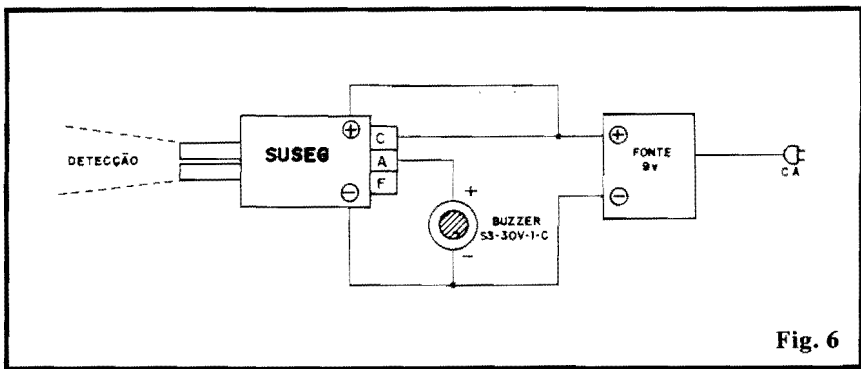

Fig. 6
-FIG. 6 - Como simples "Alarme de Passagem", controlando um corredor ou ambiente, a configuração ilustrada funcionará "maravilhosa"... Uma fontezinha de 9V alimenta o SUSEG e também um **buzzer** (tipo "Sonalarme" S-3/30V-1-C) que "apitará" por cerca de 5 segundos cada vez que alguém desfilar em frente aos "olhos" do nosso vigia eletrônico!